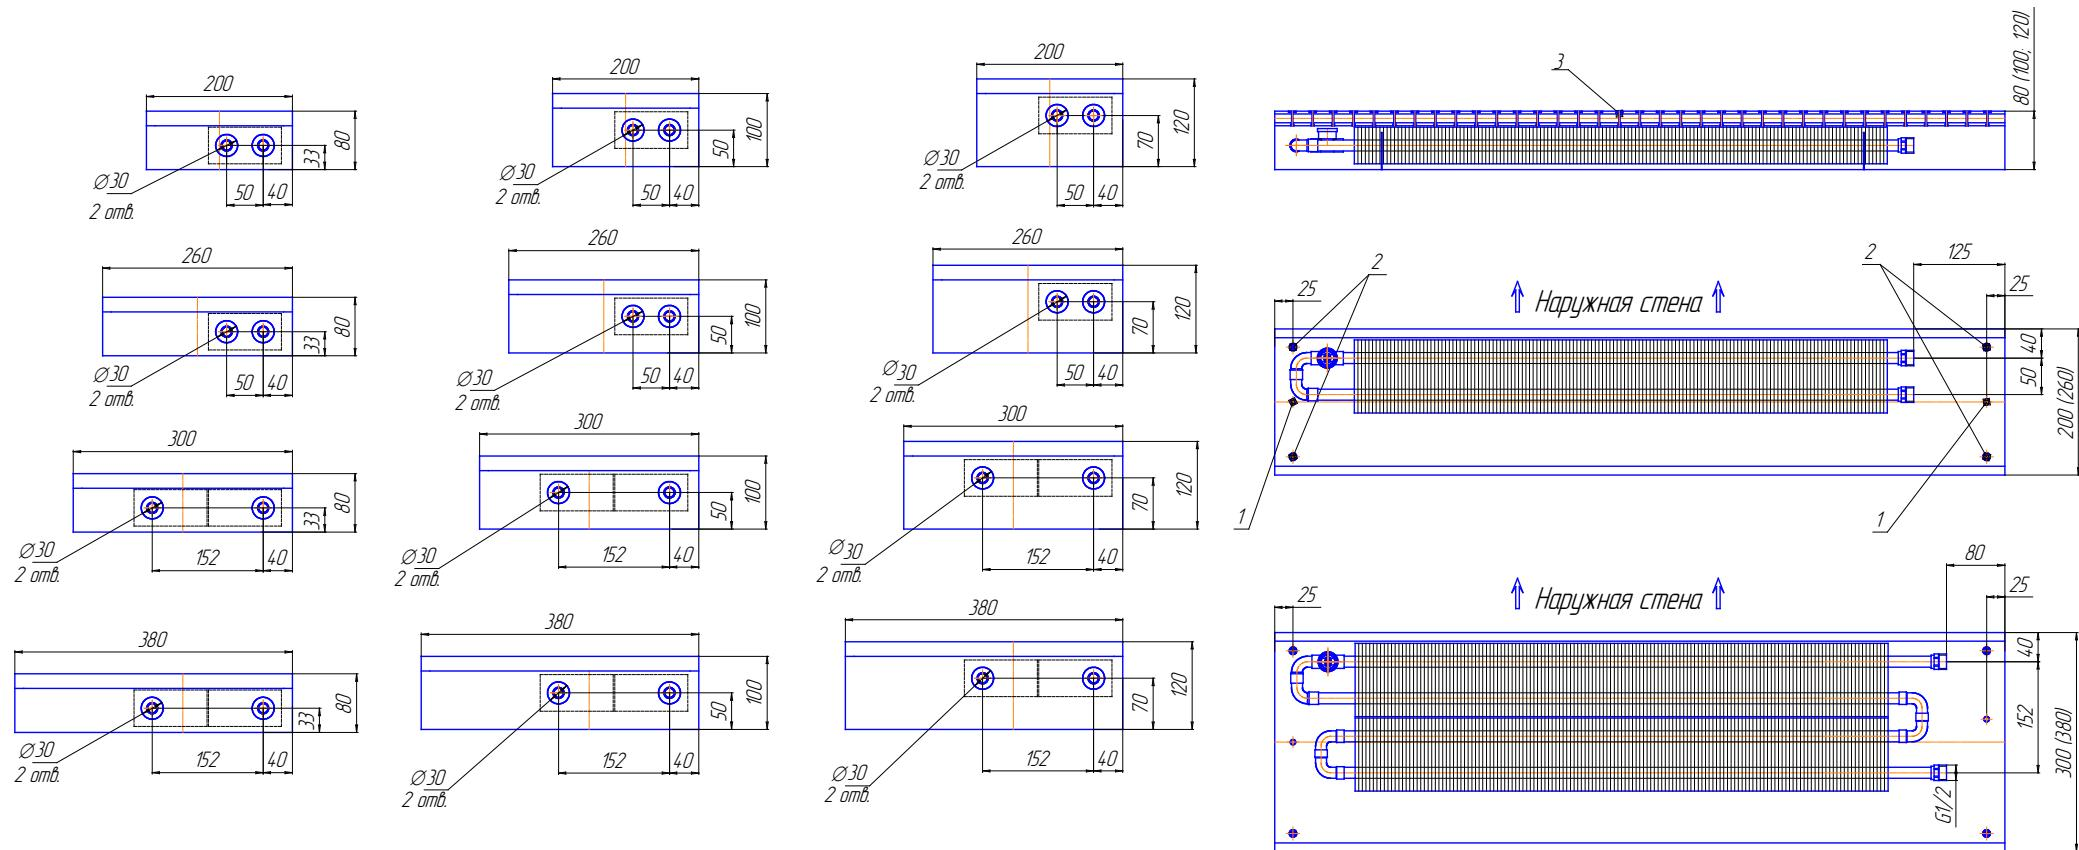
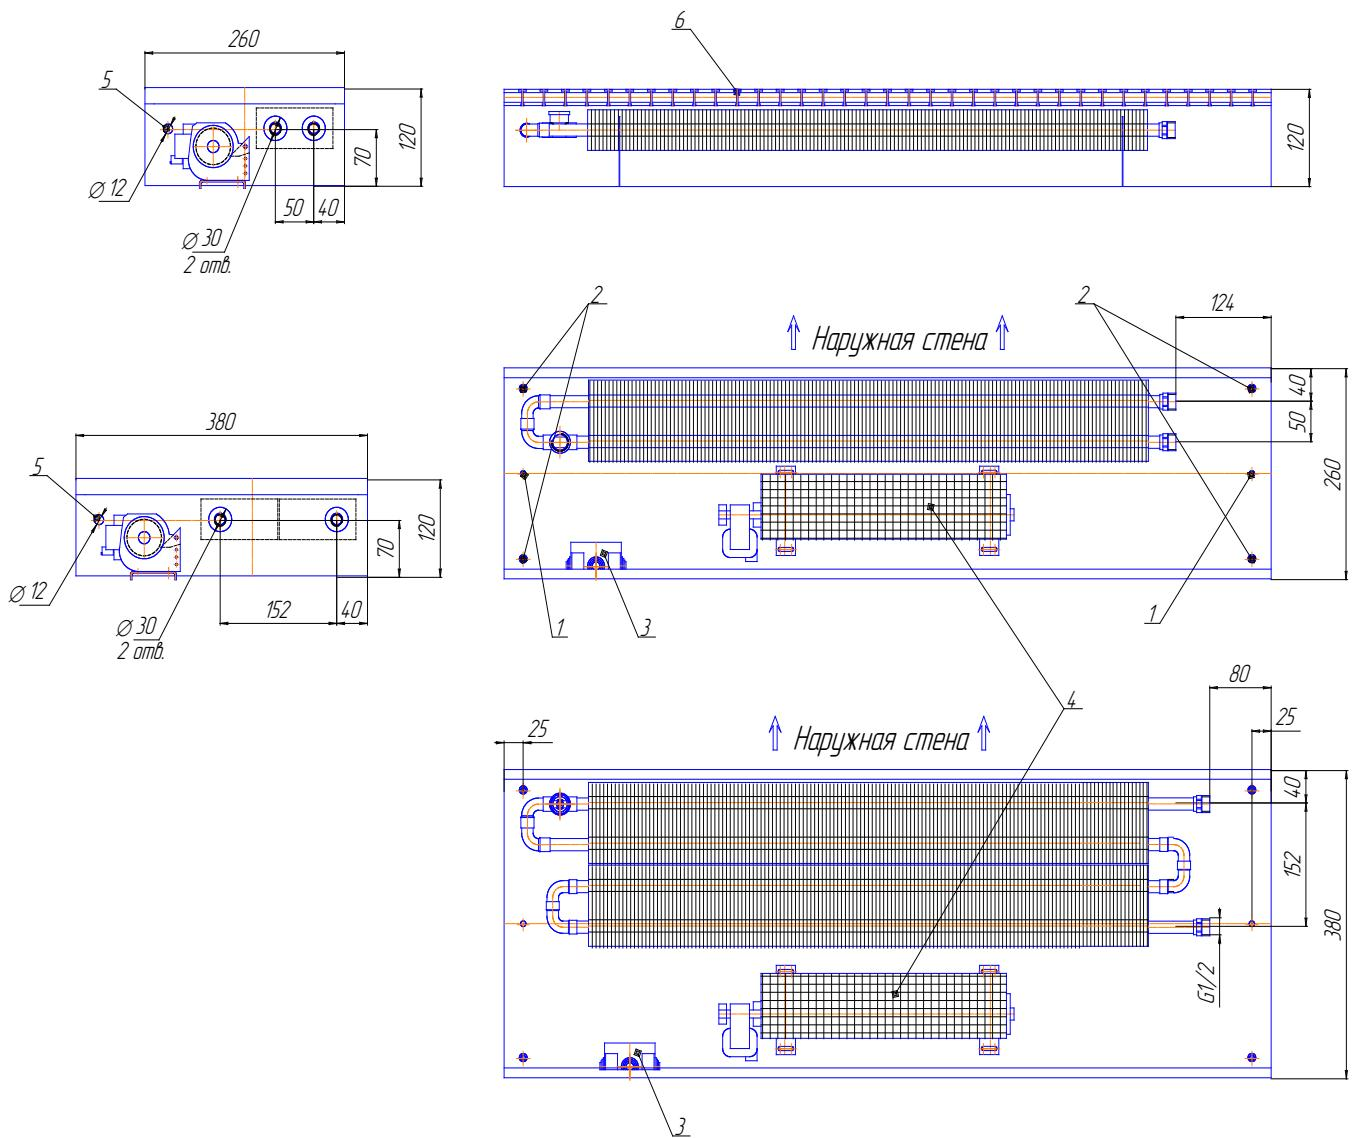

Рис.8 Конвекторы «Бриз» (естественная конвекция).
Рис.9 Конвекторы «Бриз В» высотой 120мм
4. Выровнять корпус конвектора, используя уровень и регулирующие винты (поз.2, рис.8, 9, 10), располагающиеся в углах корпуса конвектора таким образом, чтобы верхняя часть конвектора находилась на уровне «чистого пола» с допуском $\pm 1\text{мм}$. (При длине прибора более 2м вводятся дополнительные регулировочные и крепежные отверстия).
5. Выровненный конвектор крепиться к полу с помощью крепежного набора. Крепежные отверстия находятся на дне корпуса (поз.1, рис. 8, 9, 10).
При проведении отделочных работ декоративную воздуховыпускную решетку (поз.3 рис.8, поз.6 рис.9, 10) снять, конвектор закрыть сверху защитной крышкой, чтобы не допустить попадания строительного мусора внутрь конвектора.